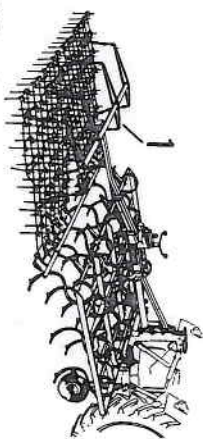

Abb. 31
Bei der Kombination Federzahnegge 4-balkig + Netzege wird der Netzege-Tragrahmen (1) auf die Auslegerverlängerung gesteckt (Abb. 31).